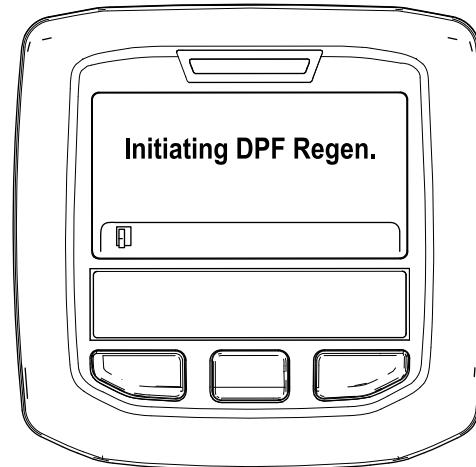

Bild 31
A. Die Meldung „Initiating DPF Regen.“ wird angezeigt (Bild 31).